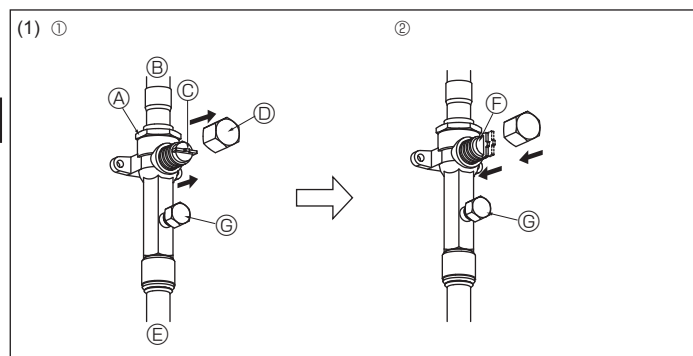
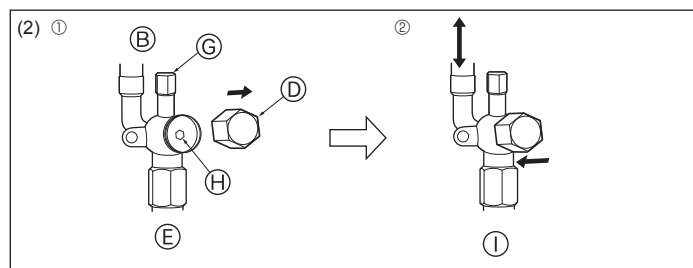

Fig. 4-12
Fig. 4-13
(1) Газова сторона (Fig. 4-12)
① Щоб відкрити клапан, зніміть із нього ковпак, потягніть ручку на себе та поверніть на 1/4 оберту проти годинникової стрілки.
② Переконайтеся, що запірний клапан повністю відкритий, вдав'яйте ручку та закрутіть ковпак, встановивши його в початкове положення.
(2) Рідинна сторона (Fig. 4-13)
① Зніміть ковпак та поверніть шток клапана проти годинникової стрілки до упору за допомогою 4-міліметрового шестигранного гайкового ключа. Закручуйте доти, доки він не впреться в обмежувач.